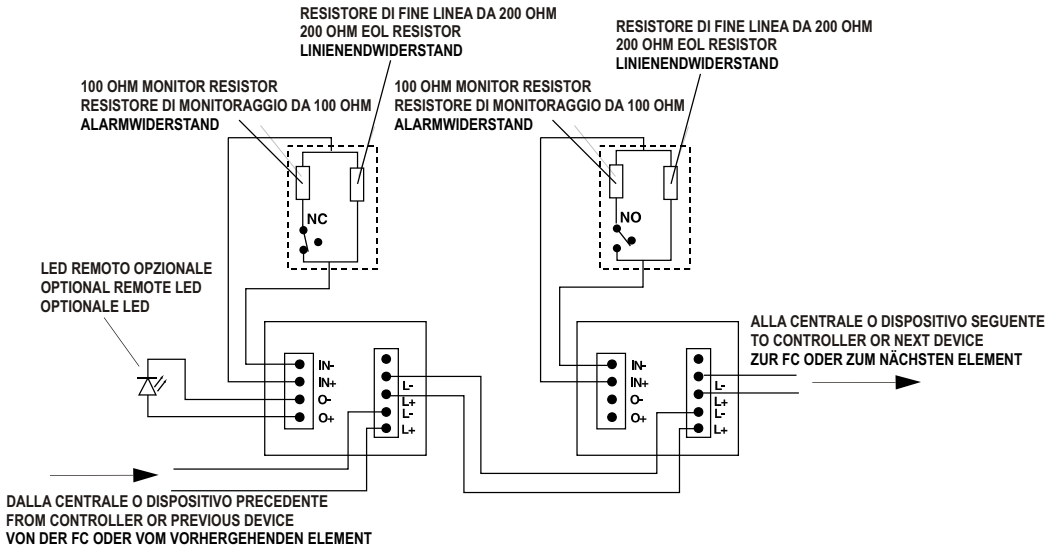

FIG. 2 Schema di collegamento del FC410MIM
- 4) Connect the wiring for the monitored contact as shown in Fig. 2.
See Fig. 2:
- 4) Collegare il contatto monitorato come mostrato in Fig. 2.
☞ Vedere Fig.2: